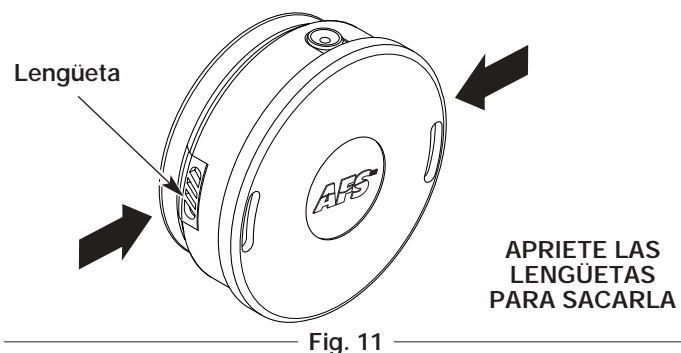

Fig. 11
1. Apriete las lengüetas hacia adentro y saque la tapa de abajo (Fig. 11).
1. Apriete la lengüeta hacia adentro y saque la tapa inferior (Fig. 11).